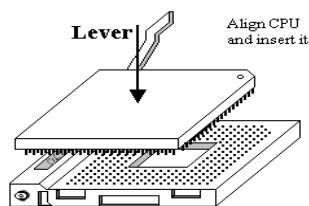

Figure 2-4. Install the CPU into socket 370
Quand vous levez le levier, vous désenclenchez le mécanisme de maintien du socket. Veuillez lever le levier au maximum et vous préparer à insérer le processeur. Ensuite, vous devez aligner le pin 1 du CPU sur le pin 1 du socket. Si votre CPU est mis dans la mauvaise direction, ce dernier ne pourra être facilement inséré et les pins ne s'enfonceront pas entièrement dans le socket. Si c'est le cas, veuillez le changer de direction jusqu'à ce qu'il s'insère aisément et pleinement dans le Socket 370. Voyez la Figure 2-4.
**Etape 5.** Insérez le module mémoire dans le socket DIMM comme illustré dans l'illustration. Notez comment le module est maintenu dans le socket. Vous pouvez vous référer à la figure 2-4 pour les détails. **Ceci assure que le module DIMM ne pourra être inséré que dans un seul sens.** Pressez fermement le module DIMM dans le socket DIMM pour l'enfoncer complètement dans le socket.